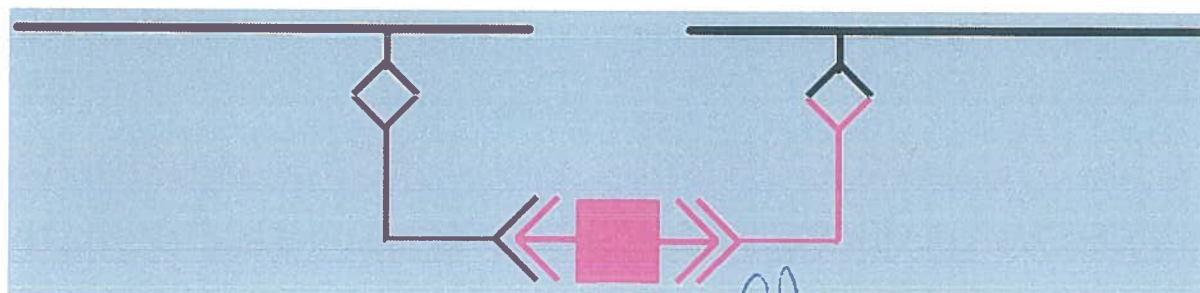

Fig. 7.45
- d. Un alt caz este acela în care nu se cunoaște poziția întreruptorului sau acesta este într-o poziție „necunoscută/nedefinită”. În această situație va fi colorat cu magenta atât întreruptorul cât și zona până în polul deschis al următorului echipament de comutație (fig. 7.45).